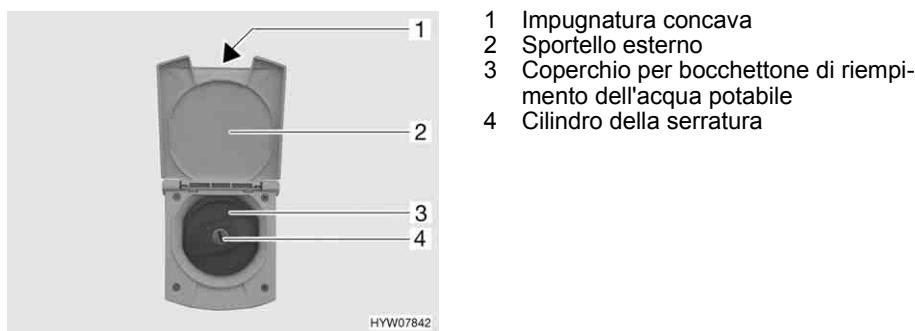

Fig. 29 Sportello e coperchio per bocchettone di riempimento dell'acqua potabile
- Afferrare l'impugnatura concava (Fig. 29,1) dello sportello esterno (Fig. 29,2) e ruotare lo sportello verso l'alto (Fig. 29).
- Inserire la chiave nel cilindro della serratura (Fig. 29,4) e ruotare in senso antiorario.
- Svitare il coperchio (Fig. 29,3).
- Avvitare il coperchio (Fig. 29,3) sul bocchettone di riempimento dell'acqua potabile.
- Abbassare lo sportello esterno (Fig. 29,2) e chiuderlo premendo.